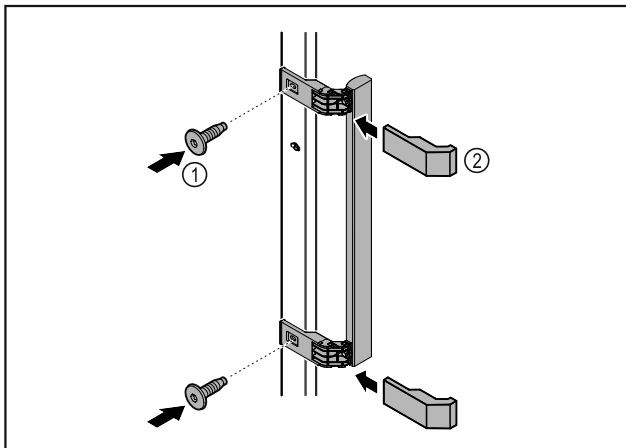

Fig. 9
- ▶ Madlo z příloženého příslušenství upevněte na dveře pomocí příložených šroubů Fig. 9 (1).
- ▶ Nasadte kryt Fig. 9 (2).